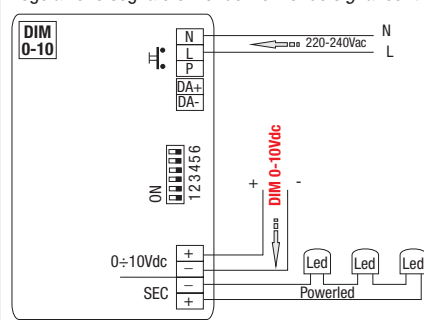

Fig. 3 - RN9168/DALI - RN9168AV/DALI
C - Funzione PUSH (P) - Fig. 3 - tramite pulsante NA. Con una pressione breve si ottengono accensione e spegnimento, con una pressione prolungata si ottiene la regolazione.
C - PUSH function (P) - Fig. 3 - by means of NO button. By briefly pressing the button the system turns on and off, by holding it pressed it is possible to carry out regulations